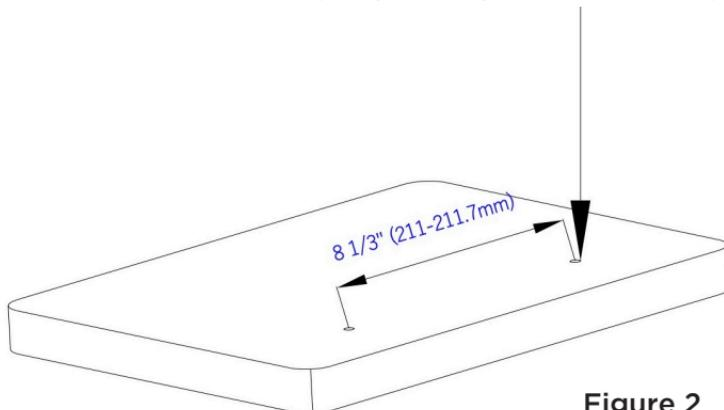

Figure 2
**ÉTAPE 2 :** Utilisez un crayon pour marquer deux trous à percer dans la plate-forme pour fixer l'alarme, en alignant les marques avec les trous à gauche et à droite de la tête du corps de l'alarme. Reportez-vous à la **Figure 2** pour connaître l'espacement approprié.
**ÉTAPE 3 :** Percez des trous dans les repères avec une perceuse à maçonnerie de 1/4". Reportez-vous à la **Figure 2** pour percer des trous de 1,75" de profondeur. Pour obtenir la bonne profondeur, mesurez 1,75" pouces à partir de l'extrémité de la mèche et marquez le point avec du ruban-cache. Arrêtez de percer lorsque le trou est de niveau avec le ruban. Retirez la poussière et les débris du trou. Retirez les écrous et les rondelles des ancrages de montage, et insérez les ancrages de montage dans les trous précédem-ment percés. Pour le montage dans une terrasse en bois ou un rail métallique, utilisez les vis fournies.